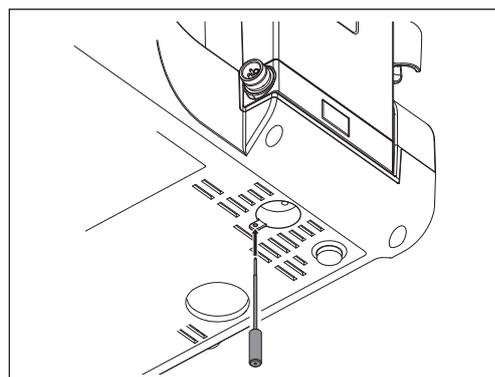

図45
- 1) 付属のロック解除ピンをコントロールユニットの底面にある穴に挿し込み、完全に押し込みロックボタンを解除します(図45)。